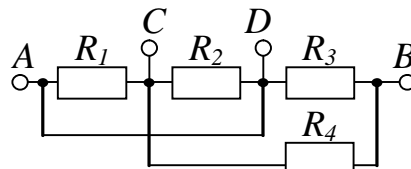

Рис. 1.14
**1.32.** Визначити опір електричного кола між затискачами  $AB$  (рис. 1.14), якщо  $R_1 = R_2 = 4$  Ом,  $R_3 = 6$  Ом,  $R_4 = 10$  Ом. Як зміниться еквівалентний опір кола, якщо замкрити точки: а)  $C$  і  $D$ ; б)  $A$  і  $C$ ; в)  $C$  і  $B$ ; г)  $D$  і  $B$ .